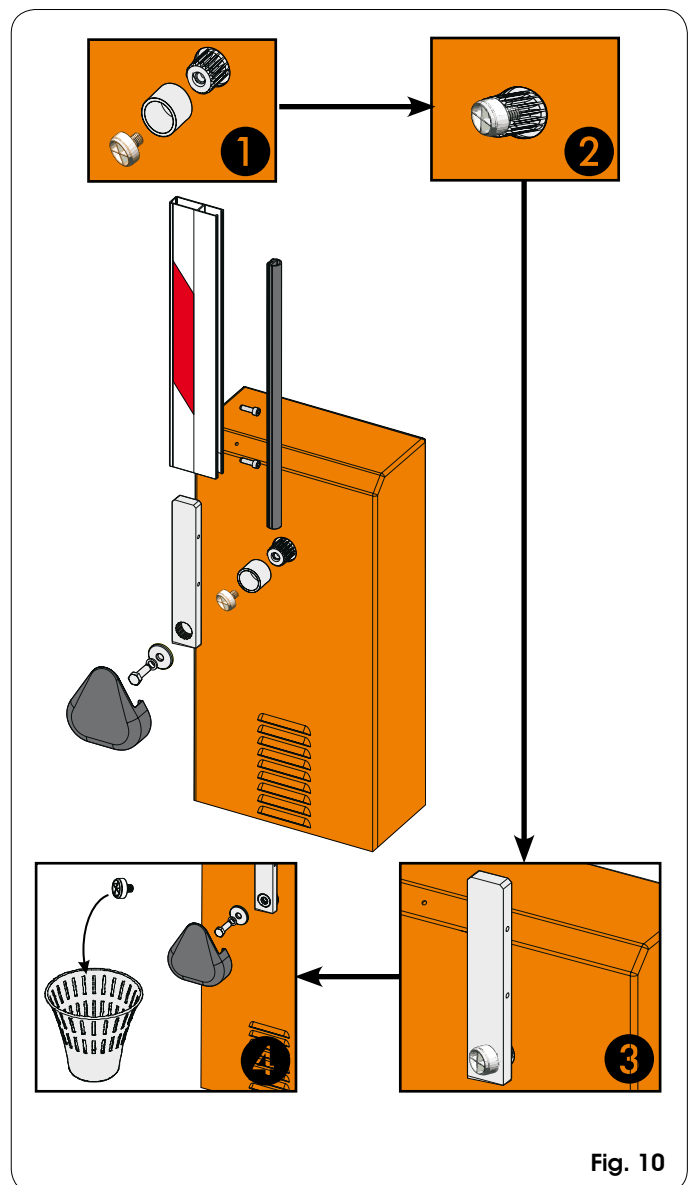
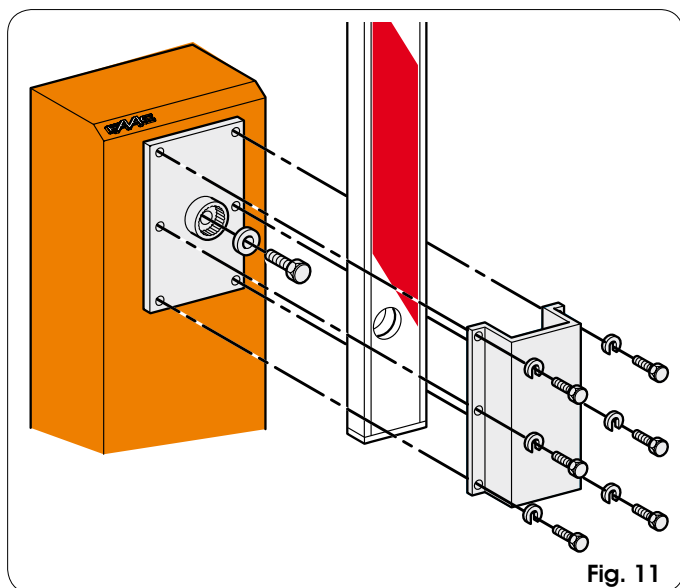

Fig. 10
Fig. 11
- 4) Assembleer de boom met de bijgeleverde schroeven en bouten zoals in fig. 10 of 11 (het rubberen profiel van de boom moet naar de sluitingsrichting gericht zijn).
2. Zet de boom open en verwijder hem uit de armbevestiging zoals aangegeven in Fig. 10 of Fig. 11.